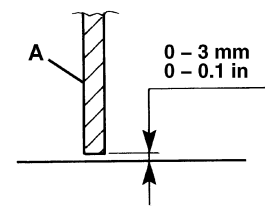
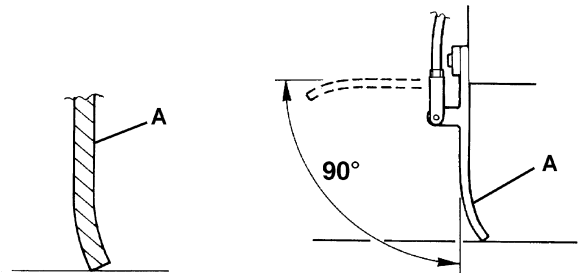
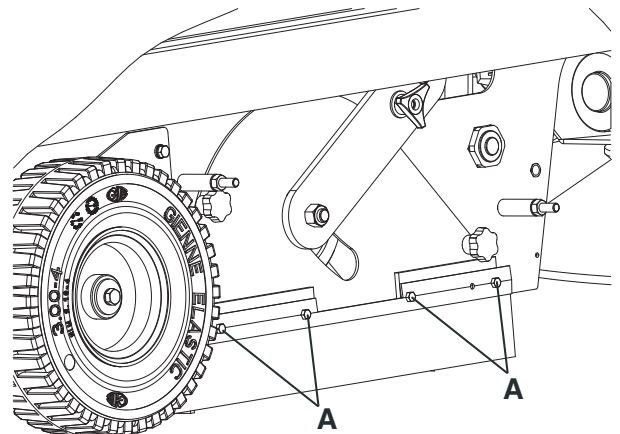
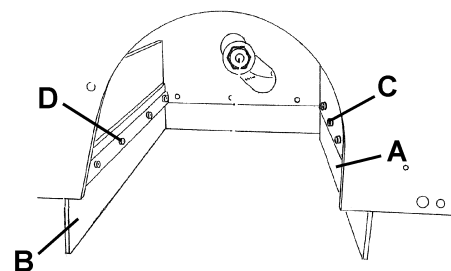

Figure 14
Figure 15
Figure 17
Figure 18
5. Contrôler que la hauteur du sol des volets latéraux (13 et 14) est comprise entre 0 et 3 mm (entre 0 et 0,12 in) (A, Fig. 14). Si besoin est, régler la hauteur des volets en utilisant les orifices oblongs sur les vis (A, Fig. 17).
- le volet avant (A, Fig. 18) touche légèrement le sol et que, de toute façon, il ne se détache pas du sol (A, Fig. 15).
- Le volet arrière (B, Fig. 18) se trouve à une hauteur du sol comprise entre 0 et 3 mm (entre 0 et 0,12 in) (A, Fig. 14).
10. Si besoin est, régler la hauteur des volets en utilisant les orifices oblongs sur les vis (C et D, Fig. 18).